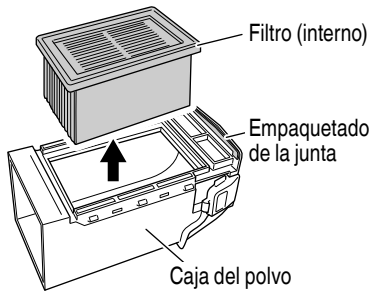

Fig. 17
- (2) Extraiga el filtro del interior y reemplácelo por uno nuevo. (Fig. 17)